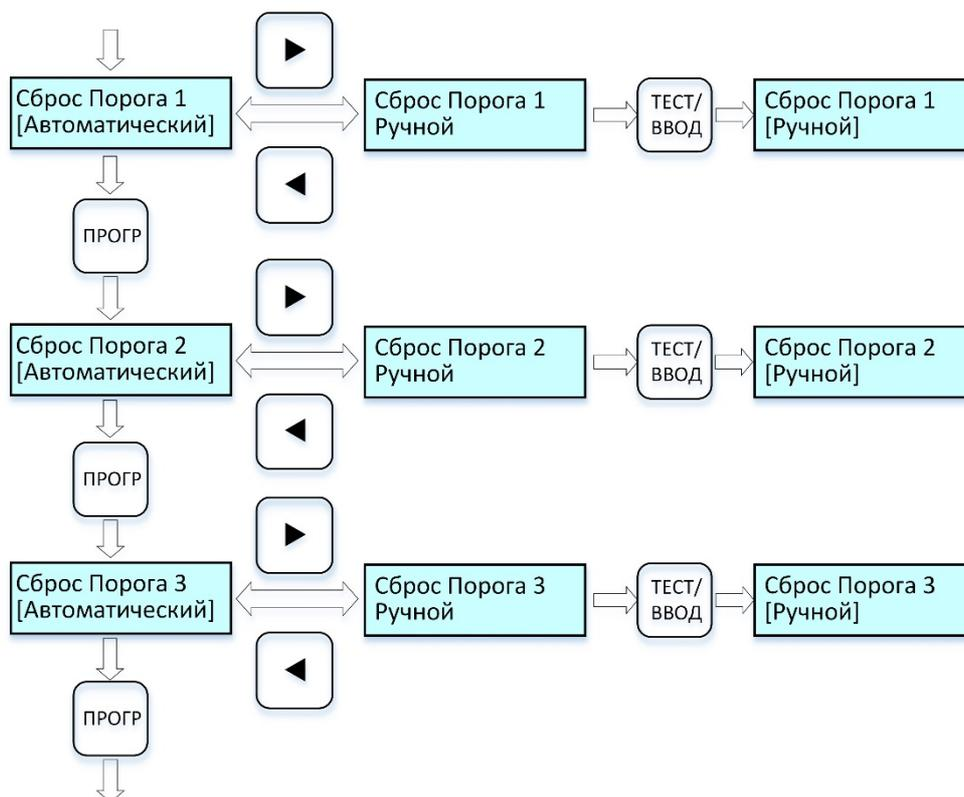

Рисунок 15 – Циклограмма выводимых сообщений на дисплей при настройке режима сброса флагов срабатывания порогов
2.4.3.19 Для **настройки режима сброса флагов срабатывания порогов 1, 2 и 3** выполнить процедуры по циклограмме *рис. 15*.